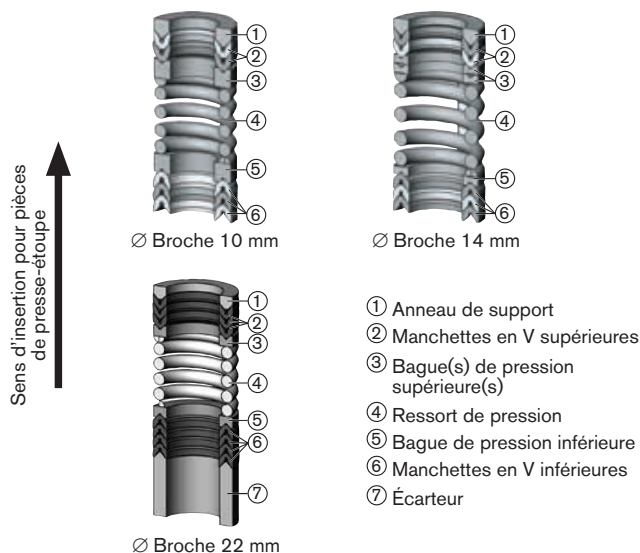

Fig. 2 : Jeux de joints des presse-étoupes
- Positionner les pièces détachées dans le sens et l'ordre indiqués sur la broche (voir « Fig. 2 », page 28).